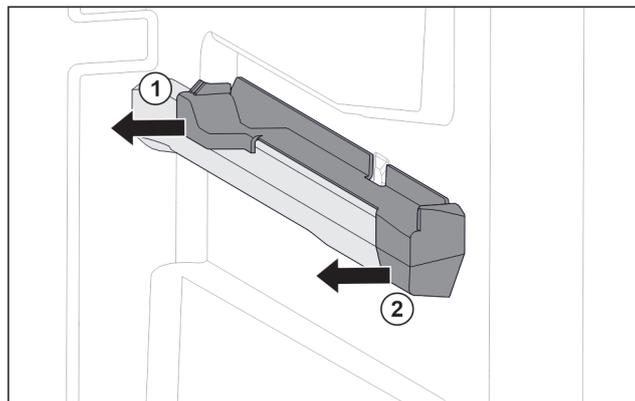

Fig. 114 Elemento inseribile sulla nervatura destra del contenitore
- Estrarre l'elemento inseribile dal lato posteriore di lato. Fig. 114 (1)
- Estrarre l'elemento inseribile dal lato anteriore di lato. Fig. 114 (2)